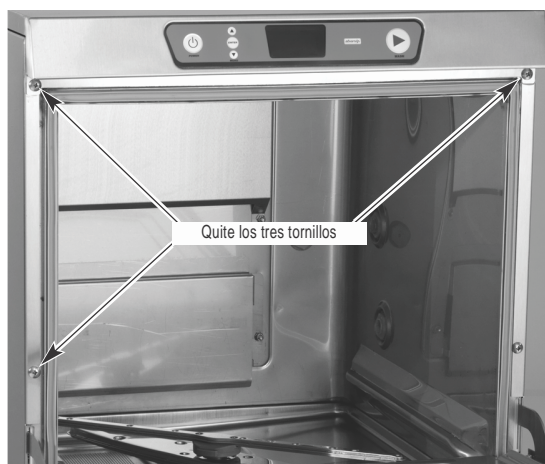

Fig. 2
2. Abra la puerta de la lavalozas y retire los dos tornillos de la izquierda y el tornillo derecho superior (Fig. 2). Jale la parte superior del equipo aproximadamente 1" (2.54 cm) y quite el panel izquierdo.